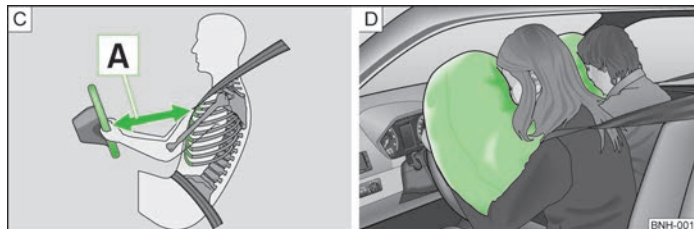

Fig. 83 Distancia de seguridad con respecto al volante/Airbags rellenos de gas
Al activarse, los airbags se llenan de gas propelente y se despliegan delante del conductor y el acompañante » fig. 83 - [D]. Al sumergirse la cabeza y el tórax en el airbag completamente inflado, se amortigua el movimiento hacia delante del conductor y del acompañante, y se reduce así el riesgo de lesiones en esas partes del cuerpo.
- Es importante que el conductor y el acompañante mantengan una distancia mínima de 25 cm con respecto al volante o al cuadro de interruptores **A** » fig. 83. Si no respeta la distancia mínima, el sistema de airbag no podrá protegerle - ¡Peligro de muerte! Además, los asientos delanteros y los reposacabezas siempre deben estar correctamente ajustados a la estatura del ocupante.